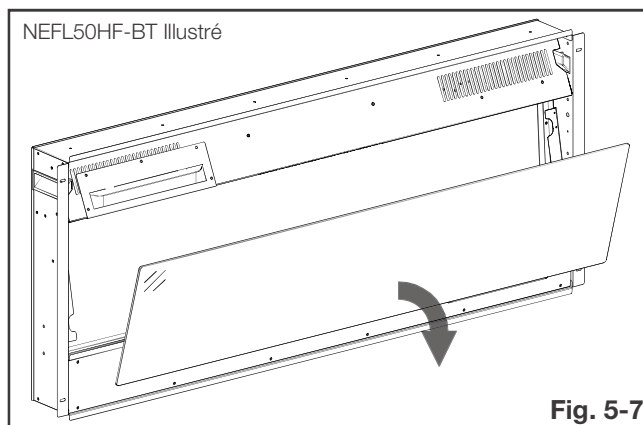

Fig. 5-7
- Retirez le verre et le-placez face vers le bas sur une surface doux et non-abrasive (**Fig. 5-7**).